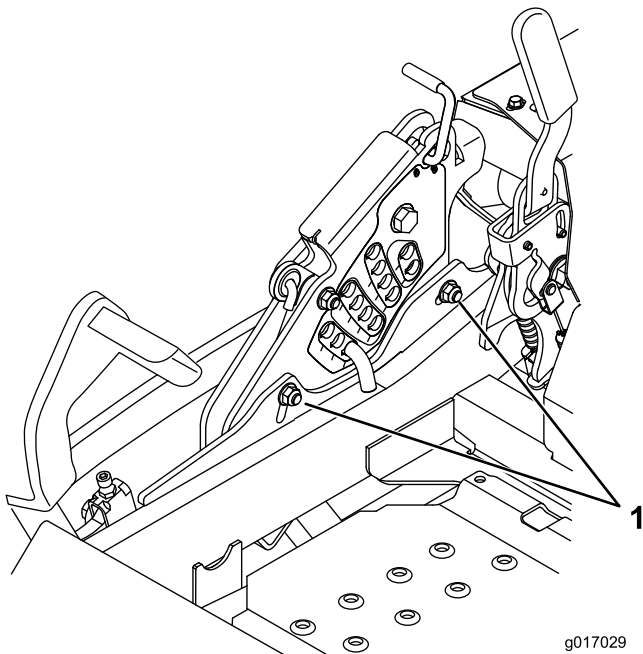

Figura 94
12. Para ajustar el sistema de ajuste de un solo punto, afloje los dos pernos situados cerca del borde inferior de la pletina de altura de corte. Consulte Figura 94.
14. Apriete los dos pernos situados cerca del borde inferior de la pletina de altura de corte (Figura 94). Apriete a 37–45 Nm.